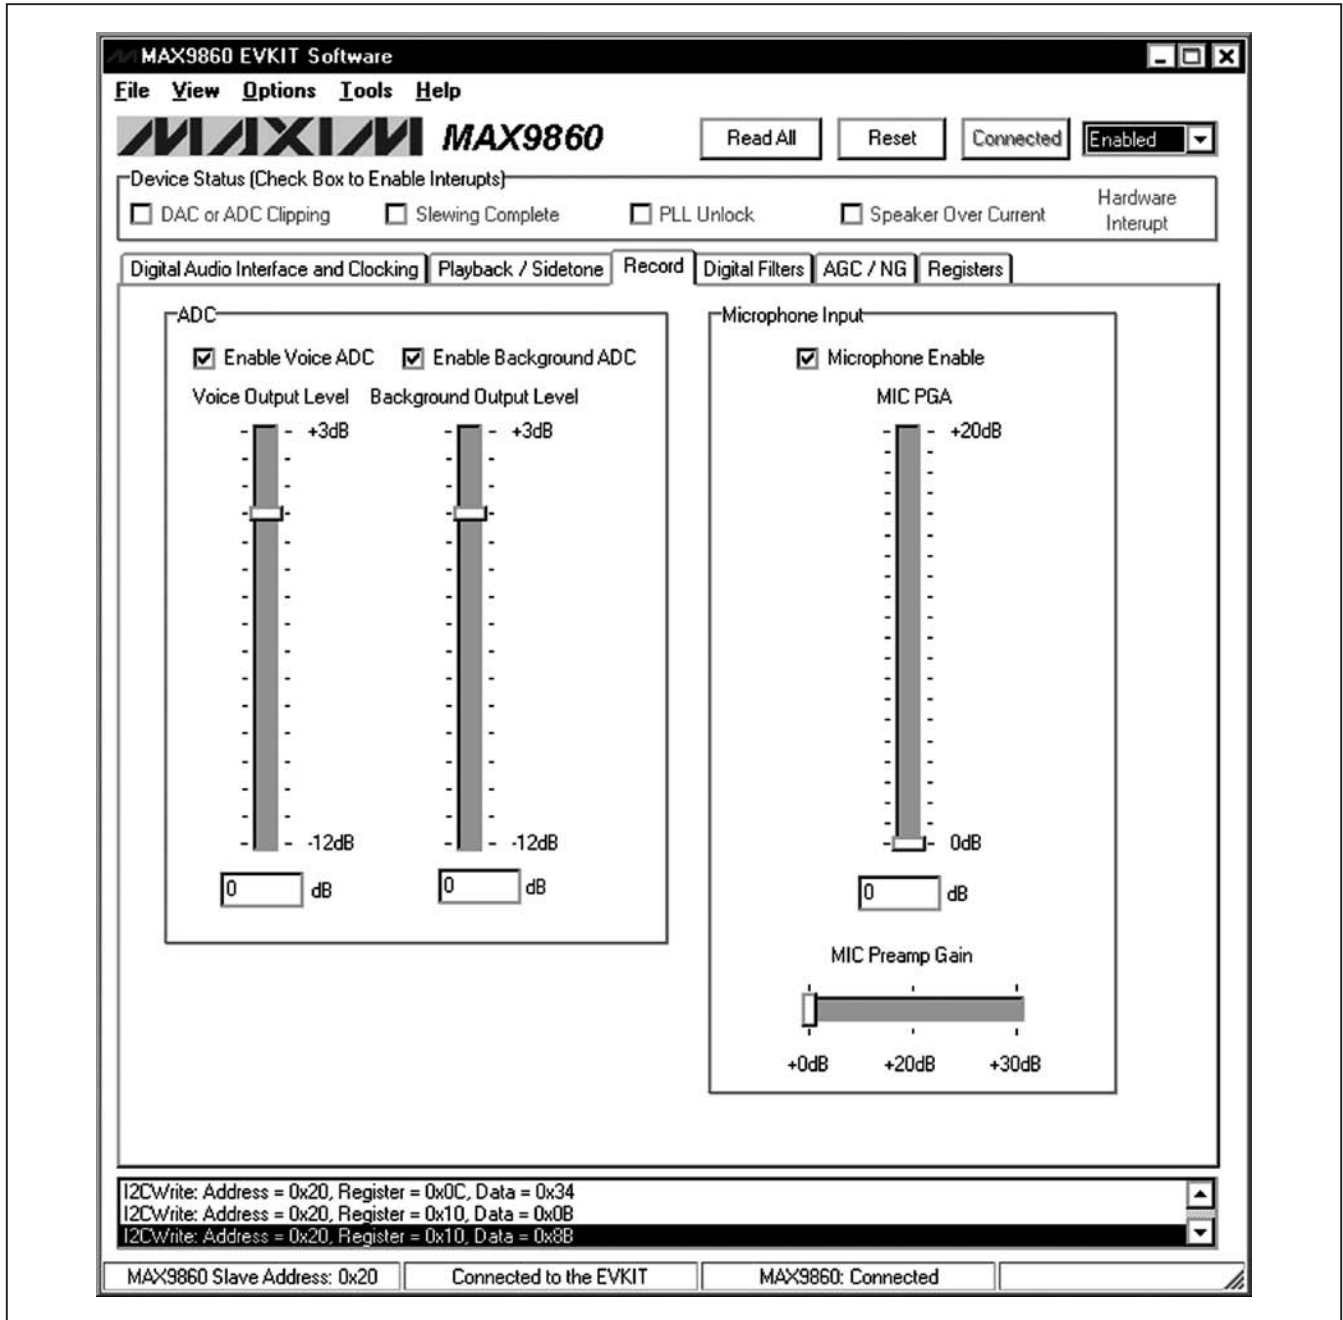

图4. MAX9860评估软件(记录标签页)
**Record**标签页(图4)控制MAX9860的ADC和麦克风电路的功能。